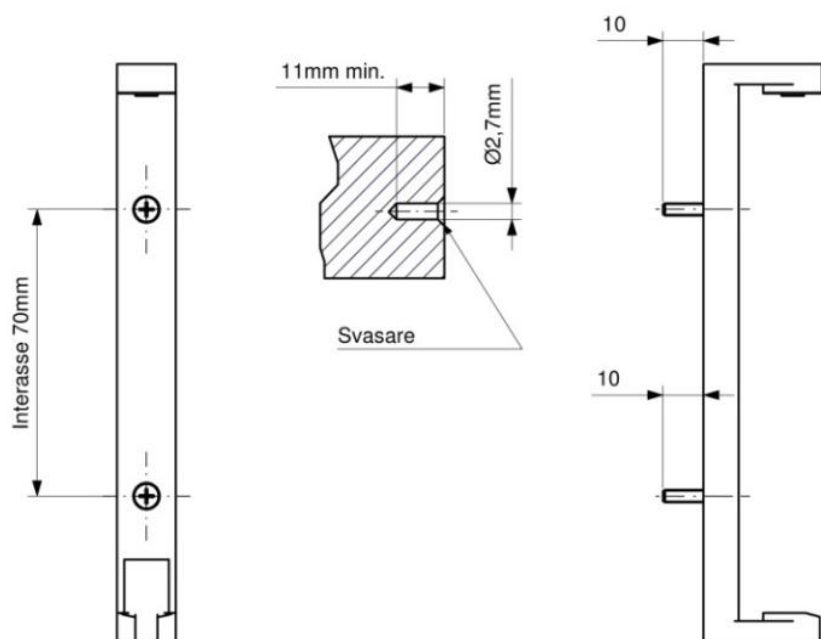

Figura 2: Sistema di foratura per display
4. *Staffa di supporto*, per poterlo posizionare sulla cabina del veicolo industriale. Le caratteristiche geometriche sono riportate in Figura 2. Il kit display è inclusivo di due viti automaschianti M3 DIN7500C. Esse possono essere utilizzate per montaggio diretto sia con foro cieco che passante. L'avvitamento può avvenire sia in materiali metallici che in materiali plastici con il medesimo preforo.